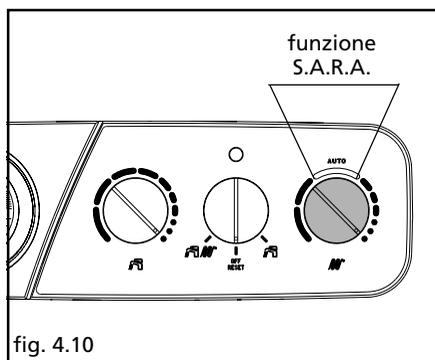

fig. 4.10
- Lampeggiante veloce con visualizzazione breve, ingresso nella funzione S.A.R.A. (Sistema Automatico Regolazione Ambiente). Posizionando il selettore temperatura acqua riscaldamento nella zona contrassegnata dalla scritta AUTO - valore di temperatura da 55 a 65 °C - (fig. 4.10) si attiva il sistema di autoregolazione S.A.R.A.: la caldaia varia la temperatura di mandata in funzione del segnale di chiusura del termostato ambiente. Nel caso di collegamento al pannello comandi a distanza, la segnalazione lampeggiante veloce indice dell'ingresso nella funzione S.A.R.A. è attiva sul pannello di comando del-